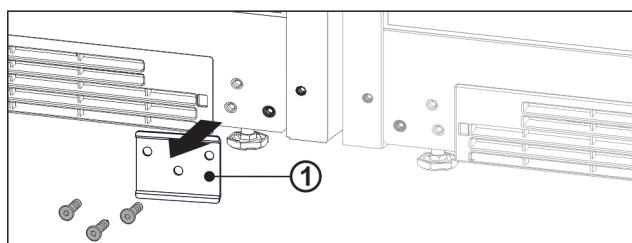

Fig. 14
- Nëse llamarina Fig. 14 (1) mbuluese është montuar, lironi llamarinën.